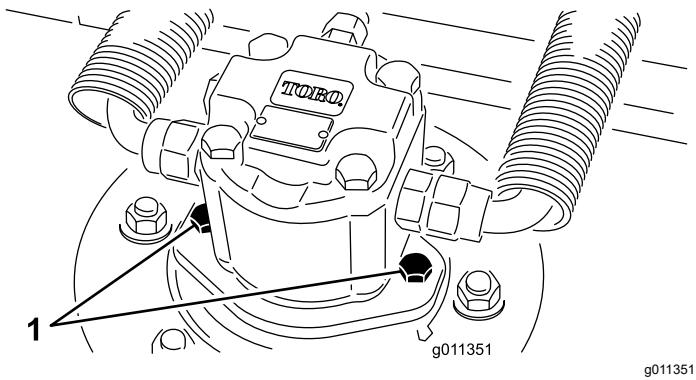

Рисунок 101
- Отсоедините и снимите гидромотор с режущего блока (Рисунок 101). Накройте верхнюю часть шпинделя для предотвращения загрязнения.
- Установите гидроцилиндр на деку (Рисунок 101). Убедитесь, что уплотнительное кольцо находится в штатном положении и не повреждено.